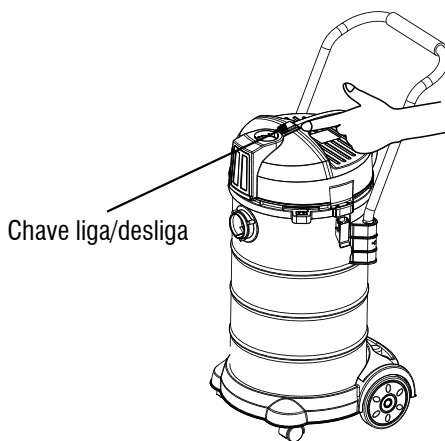

Fig. 17 – Ligar/desligar o aspirador de pó
2. Pressione a chave liga/desliga para acionar o aspirador de pó, conforme mostra a Fig. 17. Para desligar, basta pressionar novamente o botão;